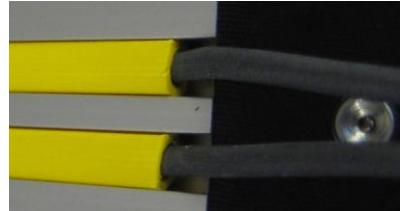

Abbildung 12: Nuten für Initiatoren, Detail
- ◆ Zur Fixierung der Initiator-Kabel können Sie die zu Beginn demontierten Abdeckbänder verwenden. Schniden Sie dazu die Bänder auf die gewünschten Längen zu. Hierzu kann eine Schere verwendet werden. An der Stelle, wo die Kabel ausgeführt werden, kürzen Sie das jeweilige Band 5 bis 10 mm zusätzlich (siehe Abbildung 12).